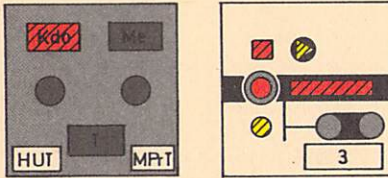

Bild 20
- (4) Zur Meldungsprüfung für ein Selbstblocksignal sind die Signaltaste und die Meldungsprüftaste zu bedienen; der Gleis- und der Störmelder des Signals blinken rot, der Sperr- und der Zs 1-Melder blinken gelb, der Fahrt- und der Haltmelder sind dunkel und der Kommandoweg-Melder blinkt rot (vgl. Bild 20).